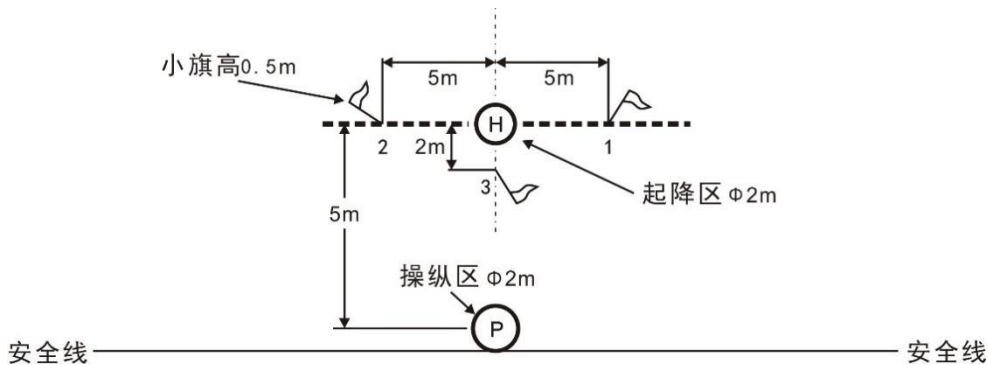

图 G. 5 遥控模型直升机飞行（二）测试场地示意图
- G. 2. 1. 3. 2 测试场地操纵区、起降区、飞行区等尺寸见图 G. 5。